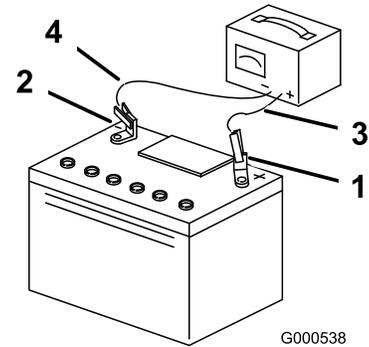

図 51
5. 充電が終わったら、チャージャのプラグをコンセントから抜いてから、チャージャのリード線をバッテリー端子から外す 図 51。